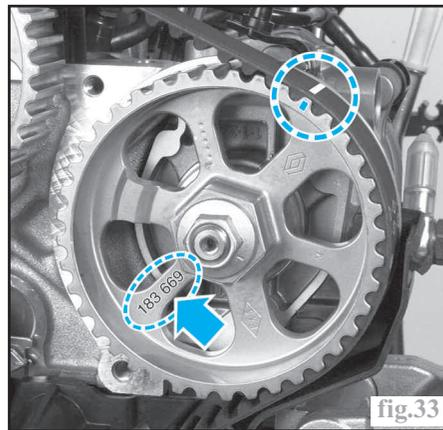

fig.33
Nota : il existe 2 procédures de dépose suivant le numéro inscrit sur l'une des branches de la roue dentée de la pompe haute pression (fig.33) :
- La pompe haute pression ne nécessite pas d'opération de calage, cependant si sa roue dentée a été déposée, il est nécessaire de la positionner précisément à la repose puisqu'elle sert de cible au capteur de position d'arbre à cames (fig.33).